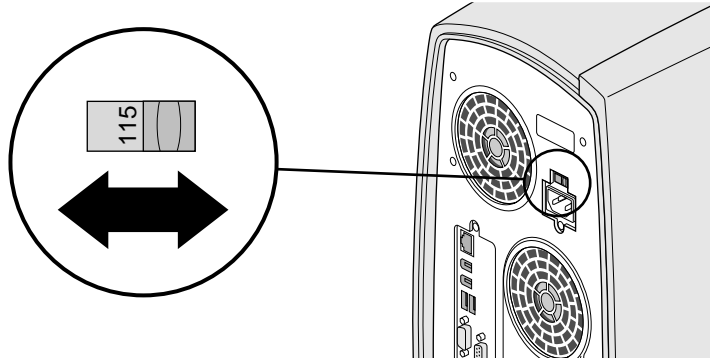

Figure 1-6 Vérification de la valeur du commutateur de tension
5. Vérifiez le commutateur de tension, au-dessus de la prise d'alimentation à l'arrière du système, pour vous assurer que la tension sélectionnée pour votre système correspond à celle de la prise d'électricité, comme indiqué à la Figure 1-6.